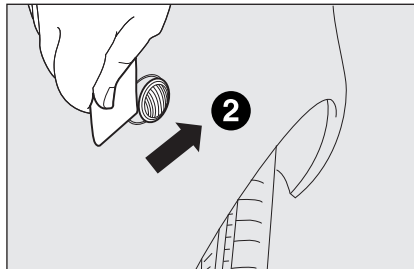

fig. 16b
- puis faire levier dans la direction opposée en partant de l'arrière (**2-fig. 16b**) et extraire le groupe **B** ;